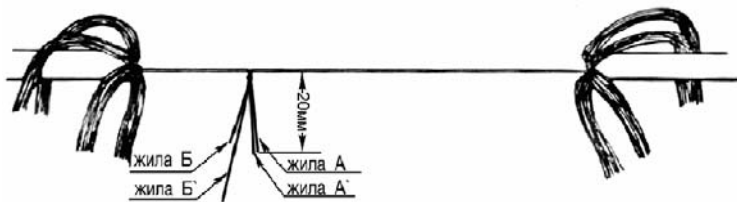

Рис. 5.4. Жилы А и А' подготовлены к сращиванию
5.3.2. Из скрученных пар (четверок) отобрать одноименные жилы (например жилы А и А') и, сложив их вместе, подравнять, обкусив при помощи пресс-клещей Е-9У на расстоянии 20 мм от места скрутки пар (рис. 5.4).